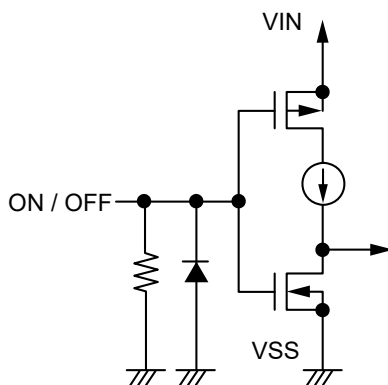
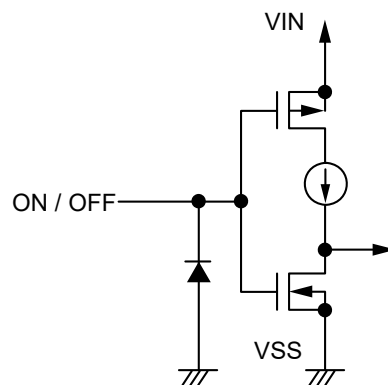

图18 S-1312系列A / C型
图19 S-1312系列B / D型
ON / OFF端子的结构如图18、图19所示。
*1. 将ON / OFF端子连接到VIN端子上进行工作时，S-1312系列A / C型产品的消耗电流中，流入下拉电阻中的电流流量会增多，务请注意 (请参阅图18)。